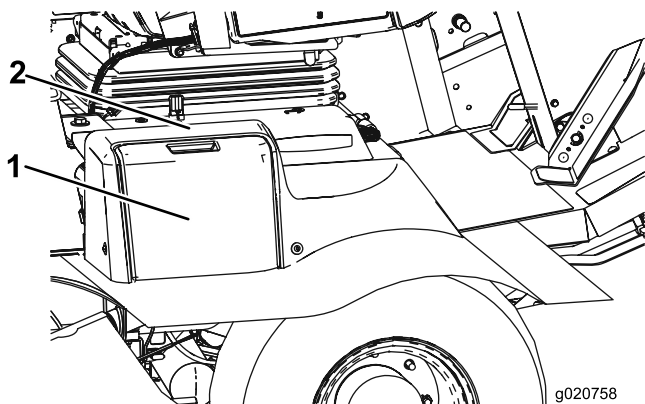

Figura 53
1. Abra la tapa de la batería (Figura 53), situada en el lado de la cubierta.
Nota: Presione hacia abajo sobre la superficie plana situada encima de la tapa de la batería para facilitar la apertura de la tapa (Figura 53).